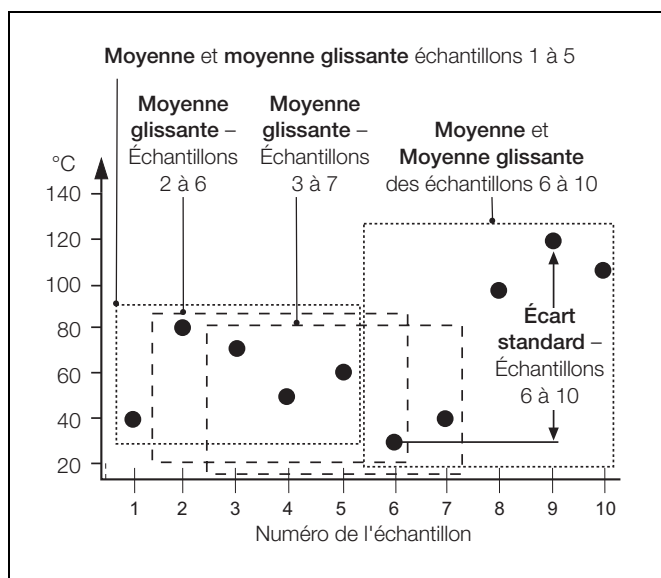

Fig. 2.5 Échantillons inclus
2.9.2 Fonctions statistiques – Tableau 2.5 et Fig. 2.5